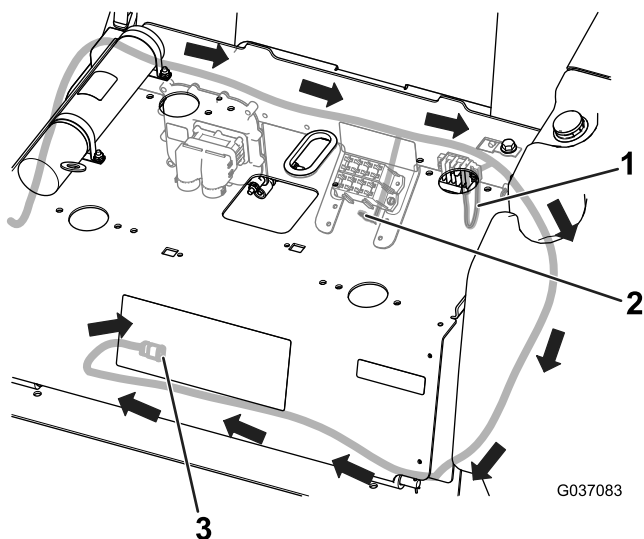

Figura 5
7. Ligue o conector do bloco de fusíveis da cablagem ao bloco de fusíveis e ligue o conector do bloco de ligação à terra ao bloco de ligação à terra (Figura 5).